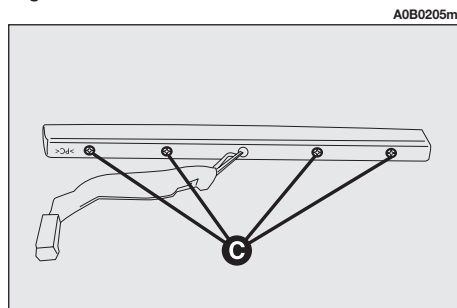

fig. 50
- Dévisser les vis (**C-fig. 50**).